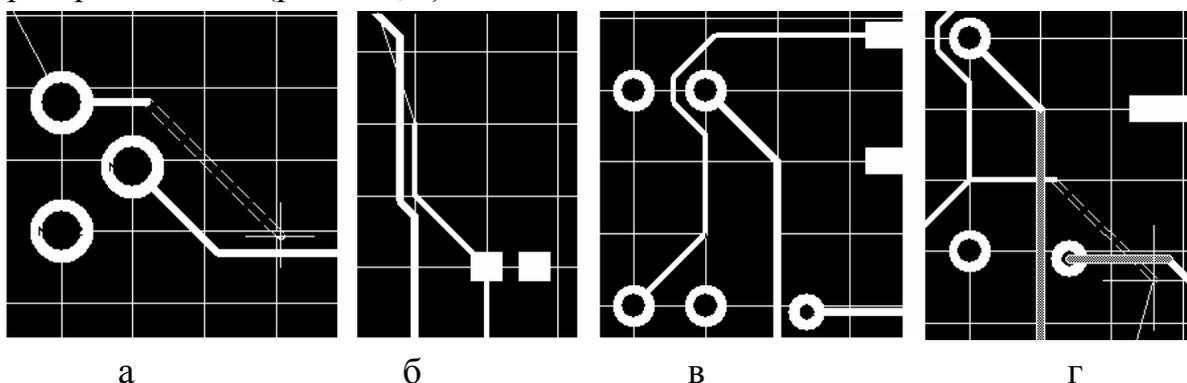

Рис. 7.5
проводником или контактной площадкой, принадлежащими другой цепи, с соблюдением зазора, установленного правилами рис. 7.5, а).
3) Этот вариант разрешения конфликтов называется push'n'shove – отталкивать и проталкиваться. Он доступен только в стандартной интерактивной трассировке. Мешающие проводники деформируются так, чтобы обеспечивался установленный правилами зазор между ними и новой трассой (рис. 7.5, б). Если оттолкнуть препятствие невозможно (если это, например, контактная площадка компонента), программа переключается в 4-й режим – игнорирование препятствий (см. ниже, п. 4).
4) Walkaround Objects – обходить вокруг объектов, мешающих трассе (рис. 7.5, в). Данный вариант разрешения конфликтов доступен только в “острой” (Smart) интерактивной трассировке. Если препятствие невозможно обойти, программа возвращается к 1-му варианту – остановке перед препятствием.
5) Ignore Obstacles – игнорировать препятствия. Нарушения правил отмечаются цветовой подсветкой, но новая трасса может быть проведена поверх препятствий (рис. 7.5, г).